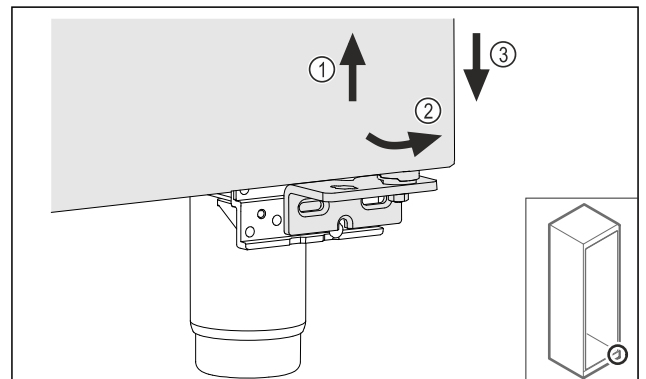

Fig. 27
- ▶ Løft døren litt Fig. 27 (1), vipp den fremover på den nedre delen Fig. 27 (2) og senk den ned Fig. 27 (3).